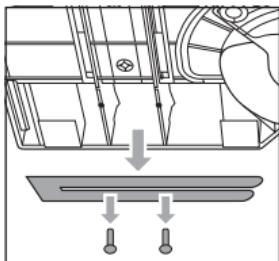
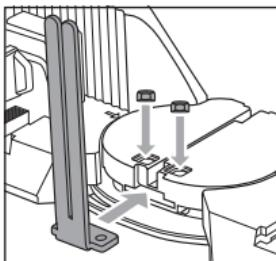
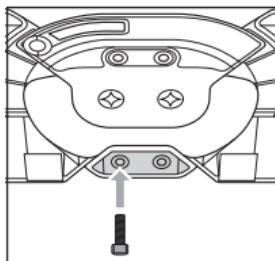

Fig. 1
Fig. 2
Fig. 3
- ◆ Togliere le clip di bloccaggio ❸ dal lato inferiore del prodotto e rimuovere le aste di guida ❷ (vedere fig. 1).
- ◆ Fissare nuovamente le clip di bloccaggio ❸ per il caso in cui si vogliano in seguito conservare le aste di guida ❷ sul lato inferiore del prodotto.
- ◆ Spingere la prima asta di guida ❷ nella sede e collocare in un primo momento un solo dado di sicurezza ❽ con il lato piatto nell'incavo (vedere fig. 2).
- ◆ Tenere fermo il dado di sicurezza ❽ con un dito e capovolgere il prodotto.
- ◆ Con la brugola ❾, avvitare saldamente una vite ❹ nel dado di sicurezza ❽ (vedere fig. 3).
- ◆ Ripetere questi passi per fissare le due aste di guida ❷ con tutti i dadi di sicurezza ❽ e le viti ❹.